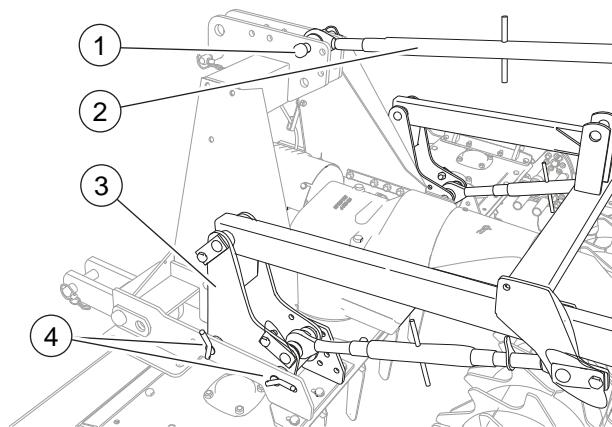

FIG. 16
- Den Anschluss an der Maschine einstellen: die unteren Anschlüsse auf den Grundplatten der Dreipunkt-Anhängevorrichtung einsetzen (3, "Fig. 16").
- Die unteren Anschlüsse mit den Pins sperren (4).
- Collegare il tirante (2) al terzo punto sulla macchina.
- Den Koppler mit dem Pin sperren (1).